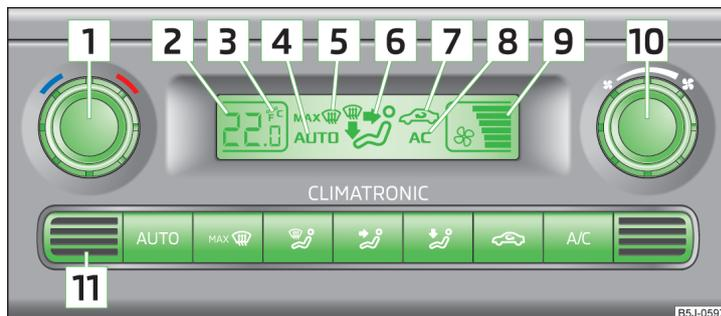

Abb. 97 Climatronic: Bedienungselemente
Den Innenraumtemperatursensor **[11]** » Abb. 97 nicht überkleben oder überdecken, sonst könnte die Climatronic ungünstig beeinflusst werden.
- › Die Taste **AUTO** » Abb. 97 auf Seite 94 drücken, im Display wird **AUTO** angezeigt.
- › Den Drehregler **[1]** » Abb. 97 auf Seite 94 nach links bzw. rechts drehen, um die Temperatur zu senken bzw. zu erhöhen.
Im Display erscheint die Angabe in den gewünschten Temperatur-Maßeinheiten (Pos. **[3]** » Abb. 97 auf Seite 94).
- › Die Symboltaste ☞ » Abb. 97 auf Seite 94 drücken.
- › Die Symboltaste ☞ » Abb. 97 auf Seite 94 erneut drücken.
- › Den Drehregler **[10]** » Abb. 97 auf Seite 94 nach links bzw. rechts drehen, um die Gebläsedrehzahl zu senken bzw. zu erhöhen.
Die eingestellte Gebläsedrehzahl wird durch die Anzeige der jeweiligen Anzahl von Segmenten im Symbol **9** » **Abb. 97** auf Seite 94 im Display dargestellt.
➤ Die Symboltaste **MAX**  » **Abb. 97** auf Seite 94 drücken.
➤ Die Symboltaste **MAX**  » **Abb. 97** auf Seite 94 erneut drücken oder die Symboltaste **AUTO** drücken.